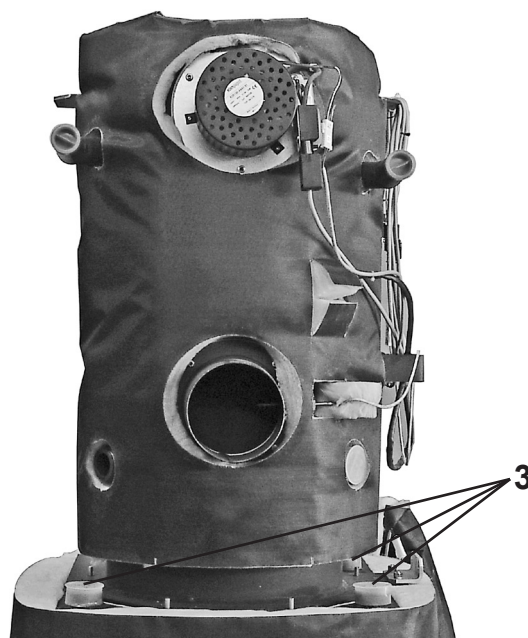

Fig. 08
2. Mettere lo scambiatore di calore sopra il basamento (Fig. 08).
3. Asportare le tre protezioni dei filetti (3, Fig. 08) nei collegamenti tra basamento e scambiatore di calore.